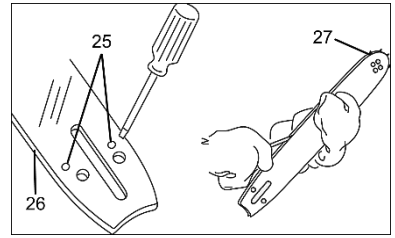

Рисунок 3
- Перевірте, щоб канал для оливи (25, рисунок 3) та направляючі на напрямній шині (26, рисунок 3) не були засмічені. При необхідності прочистіть їх.
- Перевірте, чи вільно обертається зірочка (27, рисунок 3) на вістрі напрямної шини. Якщо після виконання всіх зазначених вище заходів робота системи змащення не відновилася, слід звернутися до фірмового сервісного центру TM WORCRAFT.